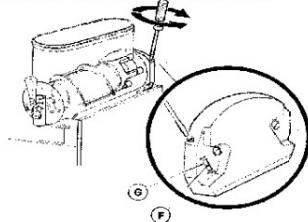

рис. 4
-Регулировка густоты гранитора: стандартная густота устанавливается на заводе. Чтобы изменить густоту, вставьте отвертку и поверните регулировочный винт, расположенный в задней стенке каждого контейнера (см. рис. 4):